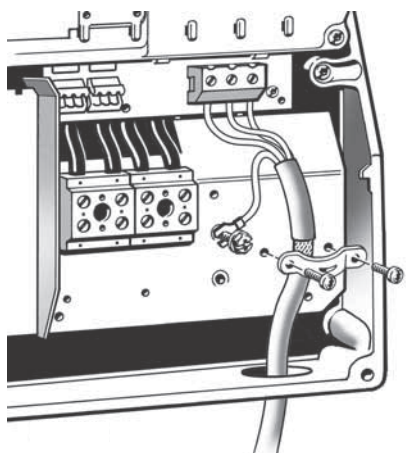

Abb. 15 Motoranschluss, Gehäuse B1 und B2
1. Den Schutzleiter an die Klemme 99 (PE) anschließen. Siehe Abb. 15.
2. Die Leiter des Motorkabels an die Klemmen 96 (U), 97 (V) und 98 (W) anschließen.